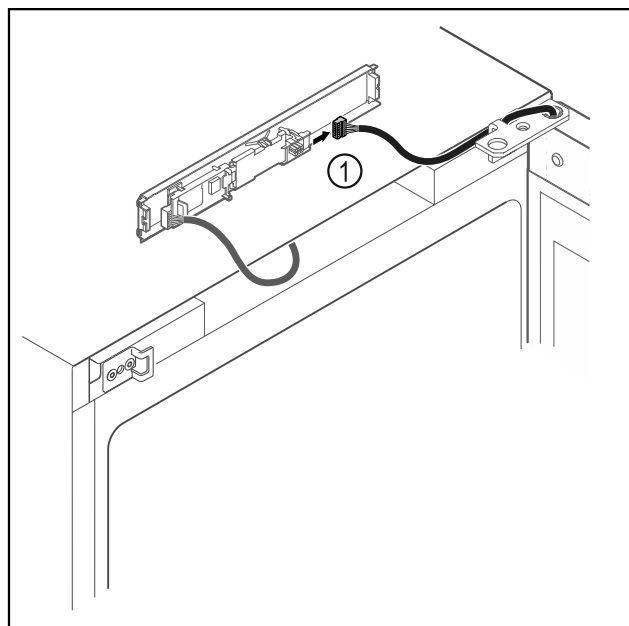

Fig. 10
► Wtyczkę Fig. 10 (1) należy odłączyć od płytki drukowanej.